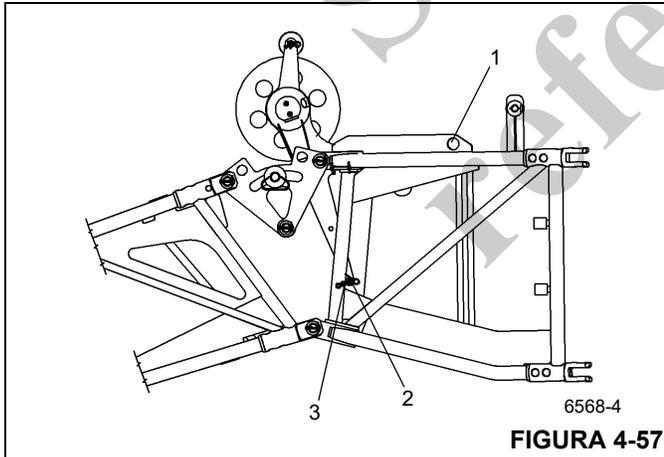

FIGURA 4-57
- Retire el pasador (2) de la cavidad (1) (Figura 4-57).
- Pliégue hacia arriba la polea deflectora y asegúrela con un pasador en la cavidad (3).